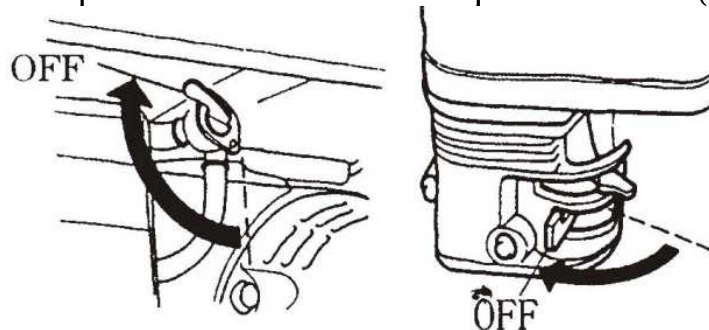

Fig. 36
6.2.4 Coloque el interruptor del combustible en la posición OFF (Figure 36)